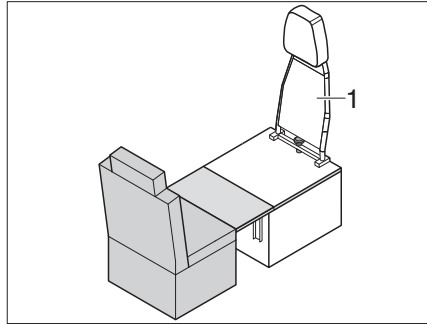

Fig. 227 Transformación del modo marcha al modo dormir
- Desmontar el respaldo (Fig. 227,1) del asiento individual (ver el capítulo 7.17.9).